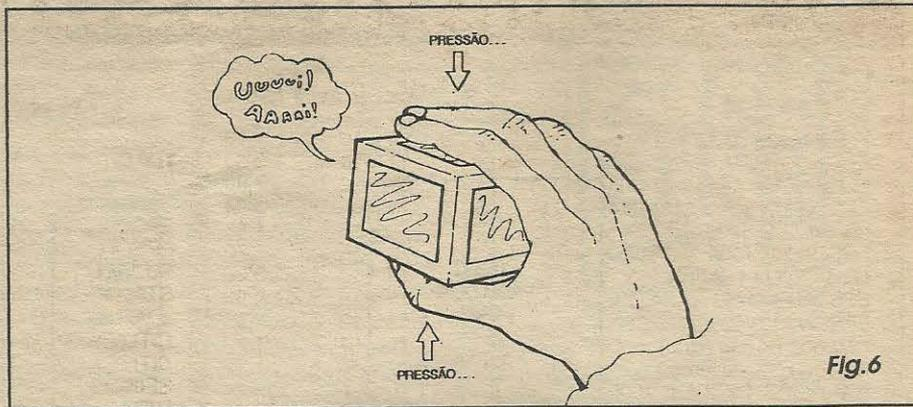

Fig. 6
- **FIG. 6 - FAZENDO DÓI-DÓI NO CUBÃO...** - Nessas alturas do campeonato, vocês já estarão com uma baita vontade de *fazer dói-dói no cubão*, não é...? É fácil (e a *coisa* foi estruturada de modo que, mesmo para uma pessoa *não avisada* dos procedimentos - e aí está a parte mais interessante - será praticamente intuitivo o modo de segurar o **CUBÃO** e gerar o efeito progressivo do *gemido*, cada vez mais agudo na medida da pressão exercida...!): ao segurar uma forma cúbica com as dimensões do **CUBÃO DÓI-DÓI**, é praticamente inevitável que a pessoa o faça na condição mostrada na figura, mantendo o polegar numa das faces do sólido, e três ou quatro dedos na *face oposta*...! Pela organização elétrica dos contactos, no interior, será então forçoso que se estabeleça um caminho resistivo (pela própria pele da pessoa, normalmente em valores que vão de 100K até mais de 1M...) através de um dos ramais (A-B-C) já mostrados (rever *esquema*, na **FIG. 1**). Assim que a pessoa pega o **CUBÃO**, este começa - imediatamente, a *gemer*, num tom mais ou menos grave e baixo (que variará muito, em função de qual conjunto de faces está sendo tocado, e da própria momentânea resistência da pele da mão da dita pessoa - que varia também em função da umidade ambiente, da idade da pessoa e do nível de transpiração presente na sua pele, etc.)... Se a pessoa mudar o cubo de posição na sua mão (agarrando-o por outro conjunto oposto de faces...), imediatamente o som também mudará (para mais grave ou para mais agudo...). Se for exercida pressão com a mão, *apertando* as faces do cubo, o tom do *gemido* também mudará, para uma frequência cada vez mais alta, até parecer um gritinho...! As manifestações serão